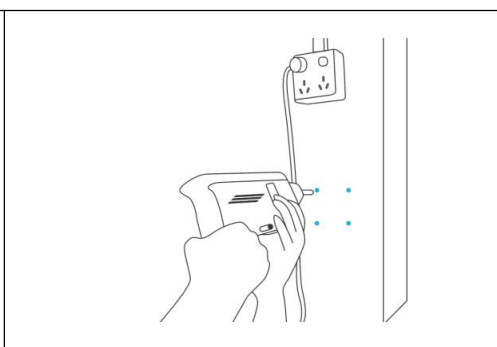

Figura 4 .
4. Taladre cuatro agujeros en las ubicaciones marcadas. Asegúrese de que el área de montaje sea estructuralmente sólida y esté libre de obstrucciones. (Ver figura 4).